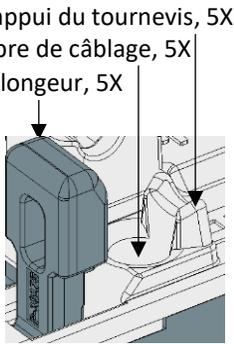

Fig. 1
- Chaque borne comporte un poussoir, une chambre de câblage et un point d'appui du tournevis. Consulter la Fig. 1.